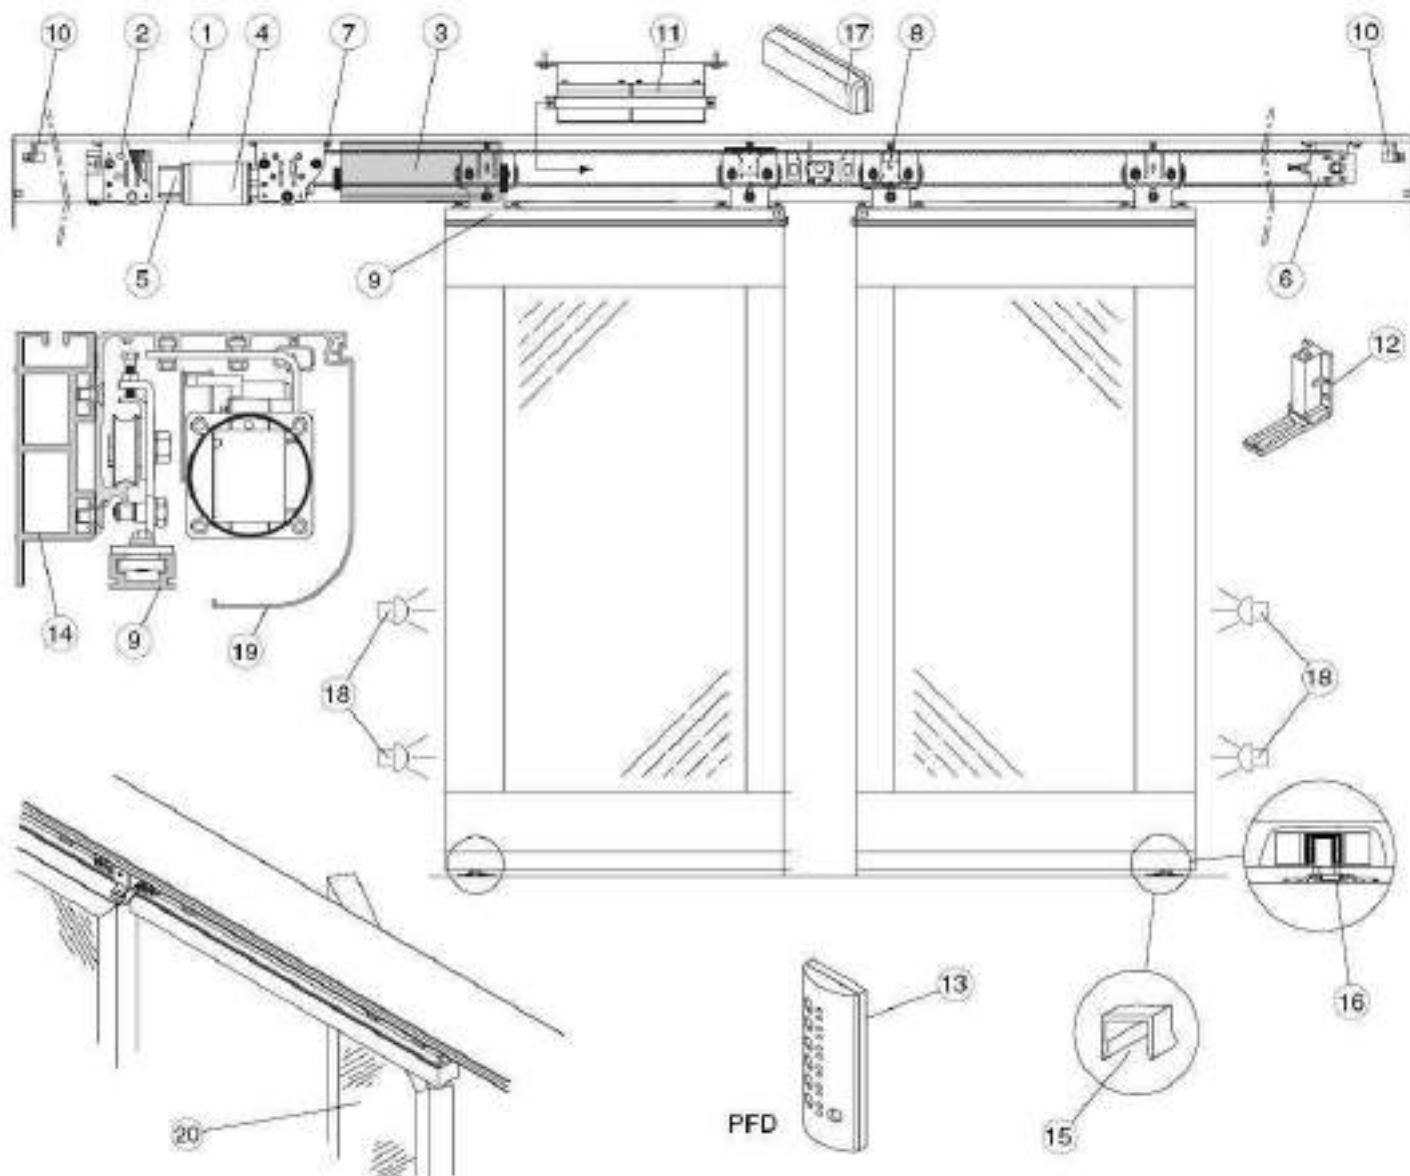

рис. 3
4. Основные составляющие. (Рис.3)